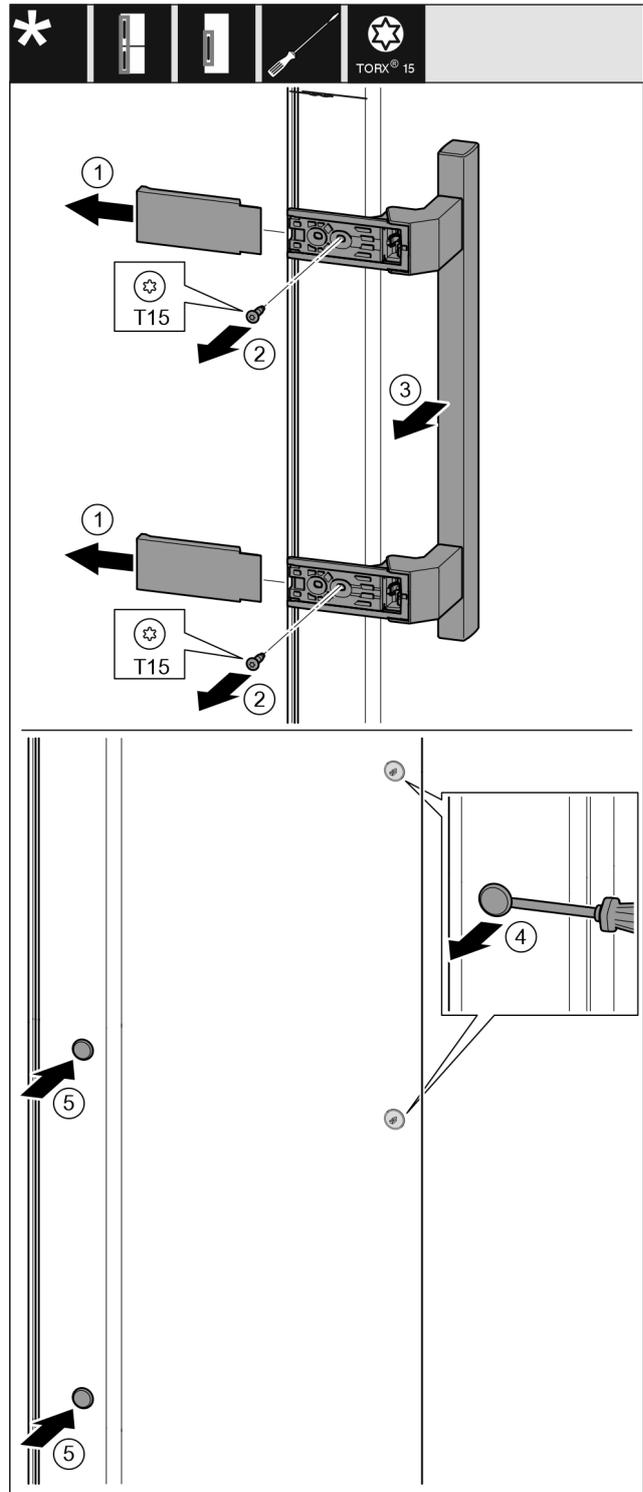

Fig. 19
- ▶ Retire la cubierta. Fig. 19 (1)
- ▶ Desenrosque los tornillos con el destornillador T15. Fig. 19 (2)
- ▶ Retire el tirador. Fig. 19 (3)
- ▶ Levante cuidadosamente el tapón lateral para tornillos de cabeza ranurada y extráigalo. Fig. 19 (4)
- ▶ Vuelva a colocar el tapón en el otro lado. Fig. 19 (5)